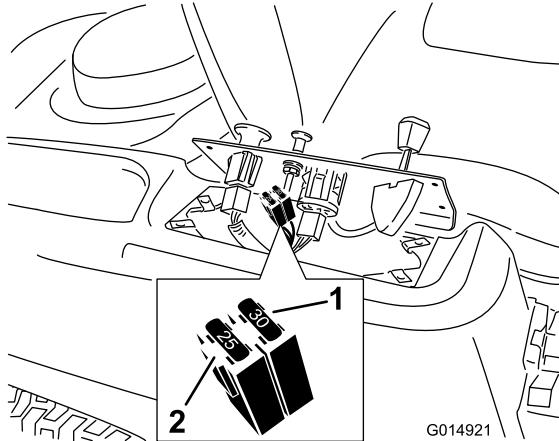

Figure 36
- Soulevez le panneau de commande pour accéder au faisceau de câblage principal et à la boîte à fusibles (Figure 36).
- Pour remplacer un fusible, tirez dessus pour l'enlever (Figure 36).